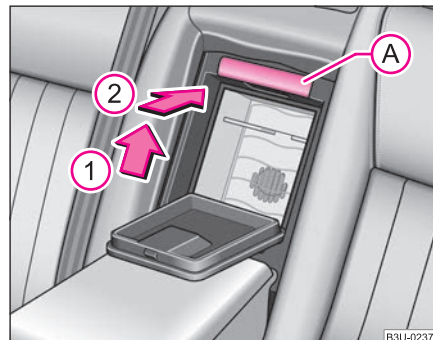

Fig. 77 Demontarea cutiei frigorifice
- Trageți încuietoarea **A** în afară ⇒ fig. 77.
- Împingeți încuietoarea **A** ⇒ fig. 77 în marginile de fixare, până la limită.